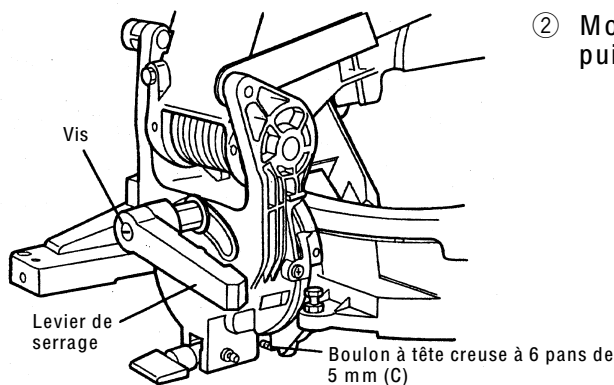

Fig. 7
② Monter le levier de serrage sur le collier de poignée, puis serrer la vis comme indiqué à la Fig. 7.
Lorsque l'outil électrique quitte nos usines, il est réglé pour un angle de coupe en biseau de 0° vers la droite, de 45° vers la gauche, et pour un angle de coupe en biseau de 45° vers la droite avec le boulon de 6 mm (A), le boulon de 6 mm (B) et le boulon à tête creuse à 6 pans de 5 mm (C) (voir Fig. 7).
Pour modifier ce réglage, régler la hauteur du boulon de 6 mm (A), du boulon de 6 mm (B) et du boulon à tête creuse à 6 pans de 5 mm (C) (voir Fig. 7) en les tournant.